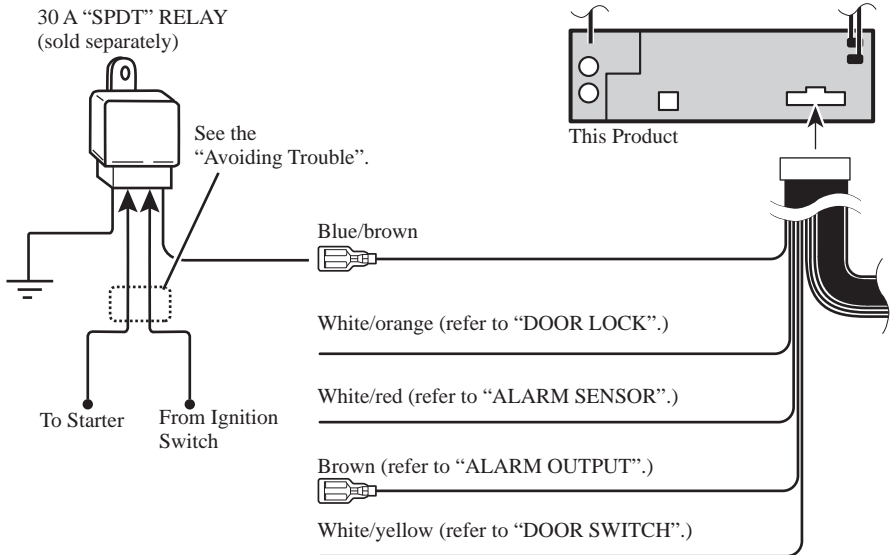

Fig. 9
- **Blue/brown (STARTER CUT-OFF)** (Fig. 9)